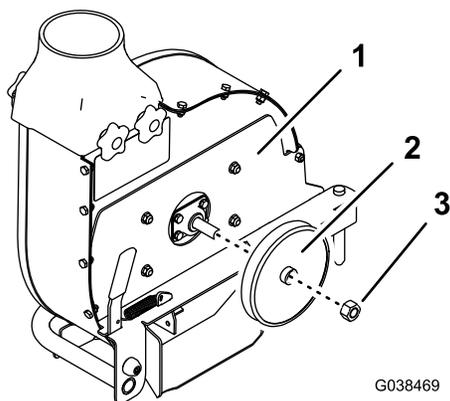

Figura 27
7. Rimuovete la puleggia dal gruppo soffiatore (Figura 27).